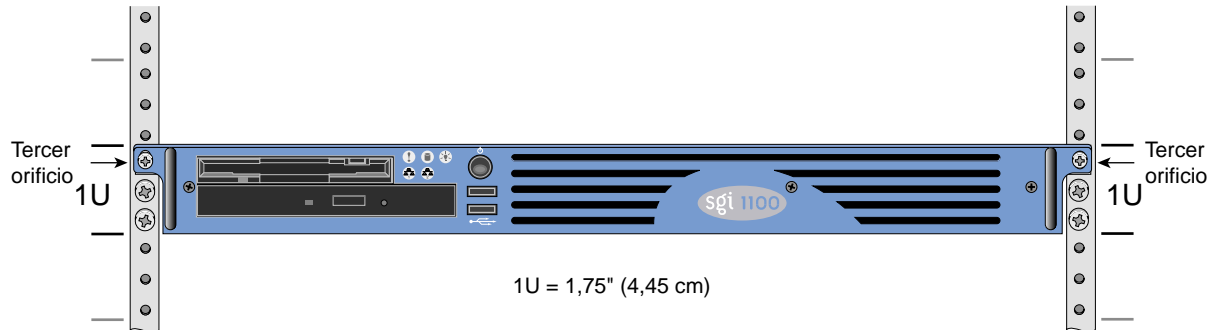

Figura 2-1 Esquema de los orificios de montaje de los rieles verticales del bastidor
Los cuatro rieles verticales del bastidor SGI disponen de orificios de montaje que están organizados como se muestra en la Figura 2-1.
4. Utilice los dos tornillos de 10-32 x 0,5 pulgadas (consulte la Tabla 2-2) para sujetar el chasis del servidor SGI 1100 a las tuercas en U del bastidor (como se muestra en la Figura 2-1).